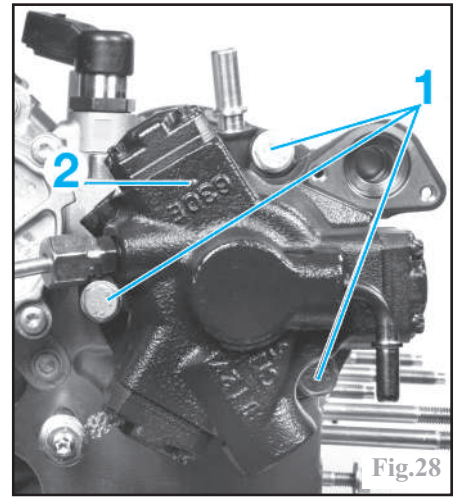

Fig.28
Déposer les 3 vis (1) de la pompe haute pression (2) et récupérer le joint (Fig.28) puis déposer la pompe haute pression.